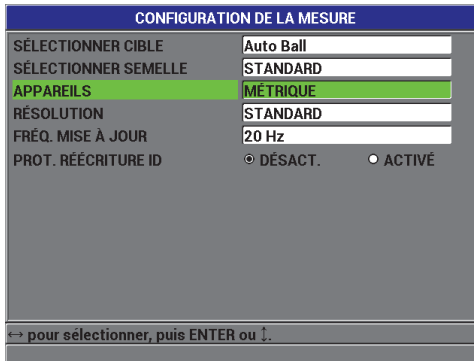

Figure 3-2 Écran CONFIGURATION DE LA MESURE— APPAREILS
3. Dans l'écran **CONFIGURATION DE LA MESURE** (voir la Figure 3-2 à la page 63), réglez **APPAREILS** à **ANGLAIS** ou à **MÉTRIQUE**.
3. Dans l'écran **CONFIGURATION DE LA MESURE** (voir la Figure 3-2 à la page 63), réglez le paramètre **FRÉQ. MISE À JOUR** à la valeur souhaité : **4 Hz**, **8 Hz**, **16 Hz** ou **20 Hz**.
3. Dans l'écran **CONFIGURATION DE LA MESURE** (voir la Figure 3-2 à la page 63), réglez le paramètre **RÉSOLUTION** à l'option désirée :